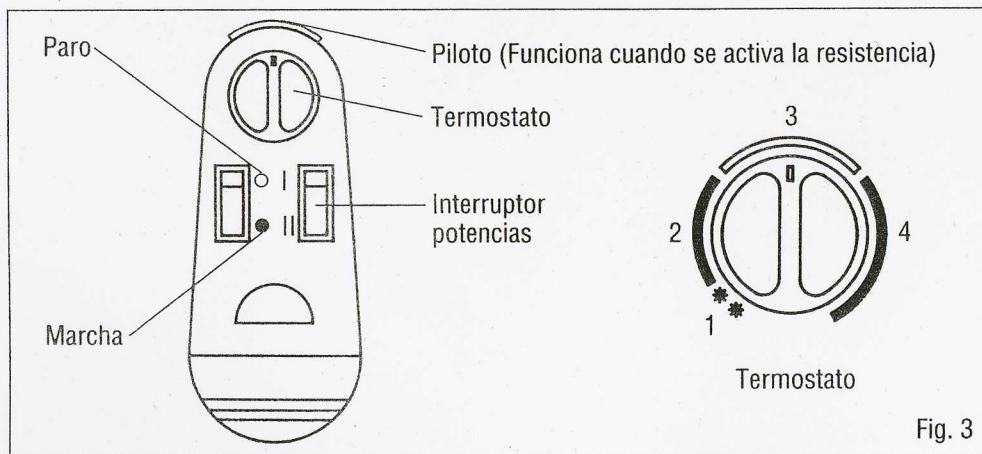

Fig. 3
Una vez comprobado que la tensión de la red coincide con la indicada en la placa de características, conecte el aparato y accione el interruptor de Paro (○) / Marcha (●) Fig. 3. Se iluminará el piloto que funciona cuando se activa la resistencia.
1. Seleccione la potencia mediante el interruptor de potencias (Fig. 3).
2. Gire el mando del termostato en el sentido de las agujas del reloj hasta 3/4 de su recorrido (Posición 4 Fig. 3).
Para accionar este dispositivo basta con conectar el aparato a la red, pulsar al menos uno de los interruptores y colocar el termostato en la zona 1 (Fig. 3). El aparato quedará desconectado, pero si la temperatura ambiente desciende de +5 °C, automáticamente se pondrá en funcionamiento manteniendo una temperatura ambiental por encima de los +5 °C. Este dispositivo es especialmente beneficioso en lugares donde se alcanzan bajas temperaturas y es fácil que se hiele el agua de las tuberías, etc.